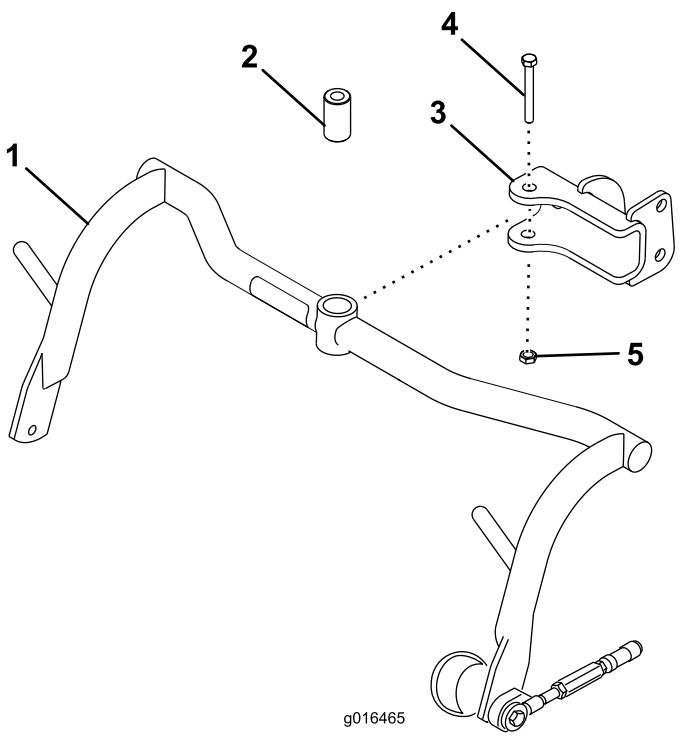

Figura 8
1. Montate un gruppo telaio portante su ciascun perno con testa con un distanziale, un bullone (1/2" x 3 1/4") e un dado di bloccaggio (1/2"); fate riferimento a Figura 8. Serrate a una coppia di 91 a 113 N·m.